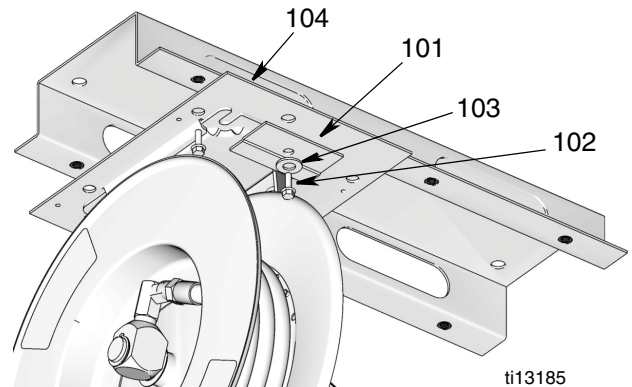

FIG. 14
3. Retirez la vis à tête (102), la rondelle (103) et le plateau de maintien (101). Ensuite, faites glisser l'enrouleur de flexible hors de l'embase (104) (FIG. 14).